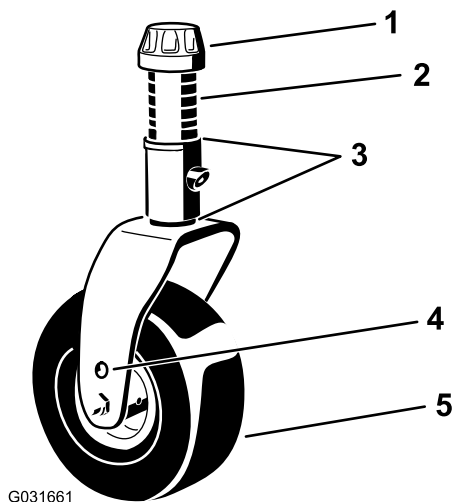

図 23
4. 付属のキャスタカップレンチを使用して、キャスタスピンドルシャフトからテンショニングキャップをゆるめて外し、キャスタアームからキャスタシャフトを抜き出す図 23。